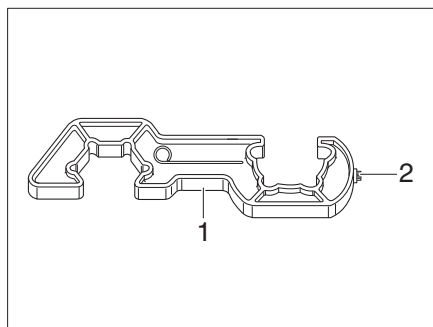

Fig. 254 Dispositif de vissage
- ▶ Pour visser et dévisser les flexibles à haute pression, utiliser le dispositif de vissage (Fig. 254,1) fourni. Il assure le couple de serrage requis et prévient l'endommagement du raccord vissé par l'utilisation d'un outil incorrect.
- Dévisser le flexible à haute pression (Fig. 251,3) de la bouteille de gaz à l'aide du dispositif de vissage (Fig. 254).